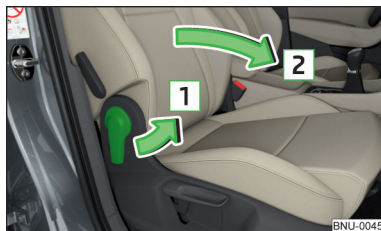

Abb. 77
- › Zum **Vorklappen** den Hebel in Pfeilrichtung **1** ziehen und die Sitzlehne in Pfeilrichtung **2** vorklappen » **Abb. 77**. Die Verriegelung muss hörbar einrasten.